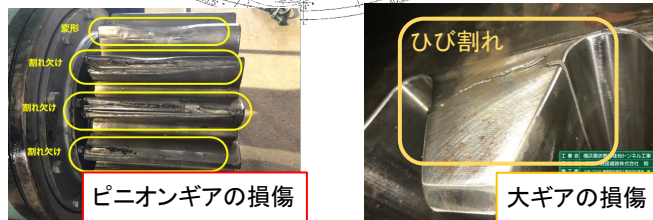

図2\_カッターモーターの損傷状況
- ①ピニオンギアから部品(押さえ板、ボルト)が外れ【写真1、写真2】、大ギアとピニオンギアに挟まり【図1】、ピニオンギア、カッターモーター及び大ギアが損傷【図2】。